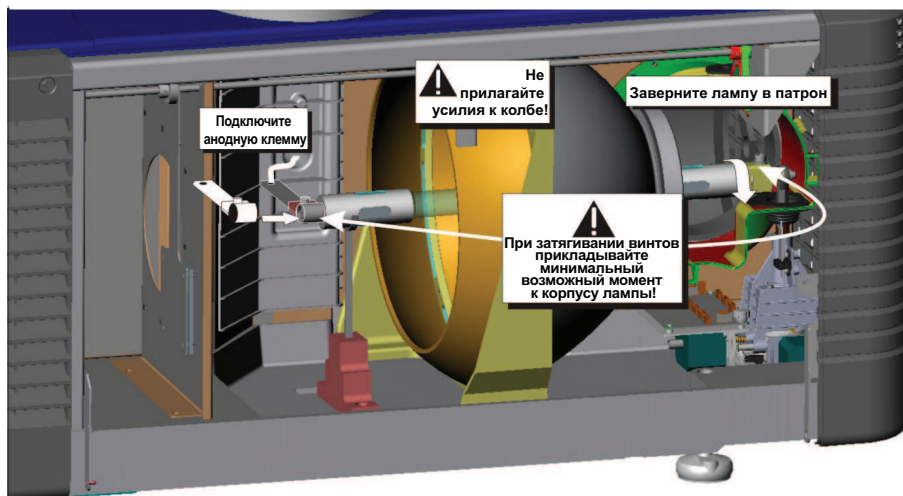

Рис. 4-2 Установка новой лампы
- b. Вставьте катодный (-) конец лампы в патрон, расположенный в заднем конце отсека лампы. **(Рис. 4-2)** Взявшись за лампу двумя руками, затяните ее в патроне. **Осторожно! 1)** *Всегда берите лампу только за металлические наконечники и никогда не касайтесь стекла. НЕ затягивайте гайки слишком сильно. НЕ давите на стекло. 2)* Проверьте расположение проводов. Убедитесь в том, что анодный (+) провод, идущий от лампы к зажигающему устройству, находится на достаточном удалении от металлических частей проектора, например отражателя или огнеупорной стенки.
- c. Установите анодный (+) конец лампы на опорную стойку и наденьте плюсовой разъем на конец колбы. **(Рис. 4-2)** С помощью шестигранника на 5 мм закрепите анодную клемму, не прикладывая крутящего усилия к колбе кварцевой лампы. **Важно!** *Плоская часть анодного конца лампы должна быть направлена вверх. Внимание! Опасность взрыва - Не прикладывайте крутящего усилия к анодному концу лампы.*